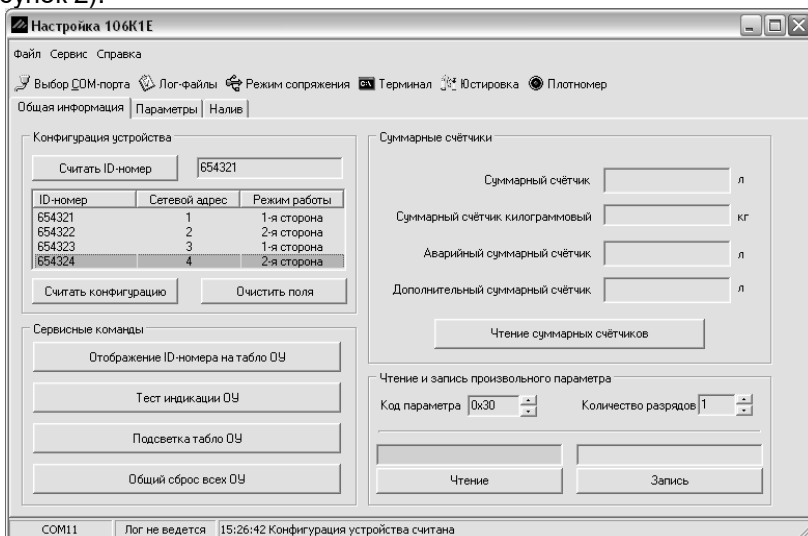
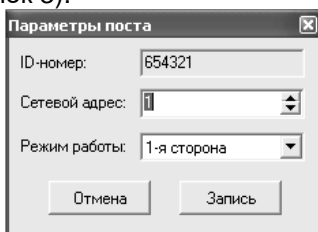

Рисунок 2
Рисунок 3
6.2.2 На вкладке "Общая информация" производится настройка сетевых адресов и режимов работы рукавов блока по их ID-номерам (рисунок 2).
При необходимости сетевой адрес и режим работы любого рукава можно изменить и записать новые значения. Для этого двойным щелчком левой кнопки по строке, отображающей конфигурацию этого рукава (рисунок 2). В появившемся окне "Параметры поста" производится настройка (рисунок 3).